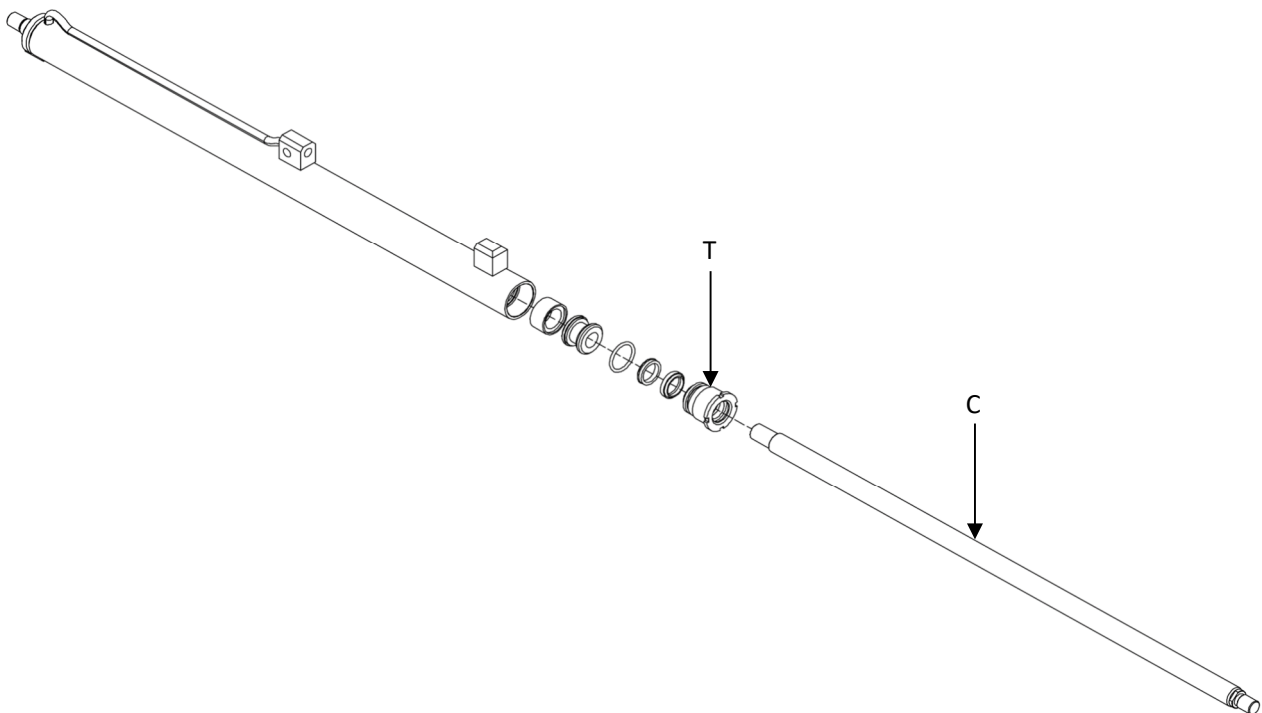

Figura 93
8. Tomar como referencia la *Figura 93*.